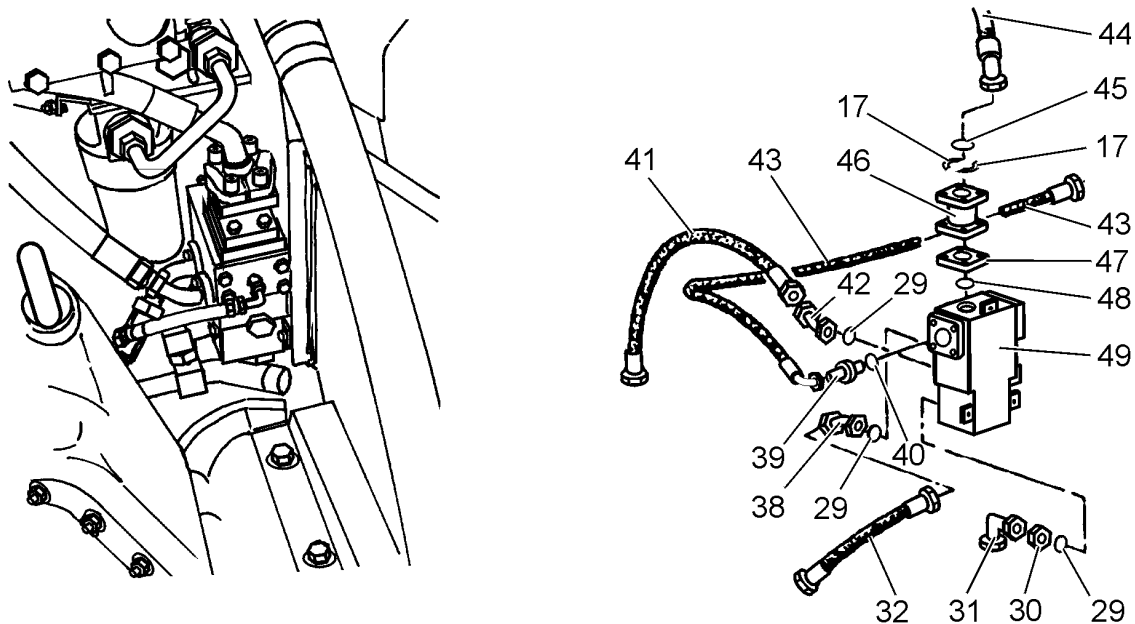

Рис. 10В.13. Подсоединение шлангов к клапану аварийной системы поворота
1. Открутить четыре гайки с шайбами и снять переднее ограждение (1, Рис. 7В.2.) за кабиной для того, чтобы обеспечить доступ к клапану (49, Рис. 10В.13.) аварийной системы поворота.
2. Выкрутить четыре болта с пружинными шайбами и отсоединить обратный клапан (46).
3. Войти под машину и отсоединить электрический провод от включателя (21, Рис. 10В.12.).
4. Выкрутить штуцер (39), снять уплотнительное кольцо «O-ring» (40) и отсоединить гибкий маслопровод (43).
5. Открутить соединительную муфту (42), снять кольцо «O-ring» (29) и гибкий маслопровод (41).
6. Открутить соединительную муфту (38), снять кольцо «O-ring» (29) и гибкий маслопровод (32).
7. Открутить гайку всасывающего маслопровода от угольника (31). Выкрутить угольник (31) в сборе с контргайкой и с кольцом «O-ring» (29).
8. Выкрутить три болта с пружинными шайбами, крепящие клапан (49) аварийной системы поворота к раме машины. Снять клапан в сборе с соединительной пластиной (47) и с кольцом «O-ring» (48).
23. РАЗБОРКА (Рис. 10В.12.)